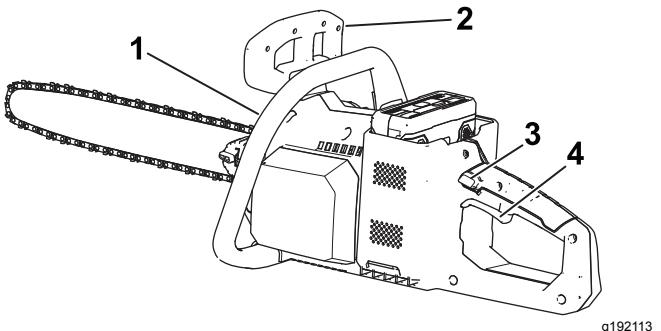

Figura 9
- Con una mano en la empuñadura delantera y la otra en la empuñadura trasera, presione el seguro del gatillo y luego apriete el gatillo (Figura 9).